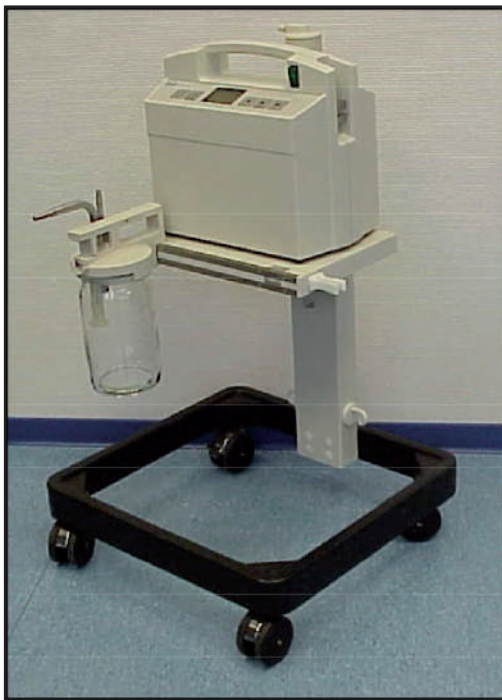

Bild 6. Einhängen des 3-l- oder 5-l-Behälters an den Gerätewagen
- Benutzen Sie einen 3 l- oder 5 l-Behälter, so hängen Sie diesen entsprechend Bild 6 an den Trolley.